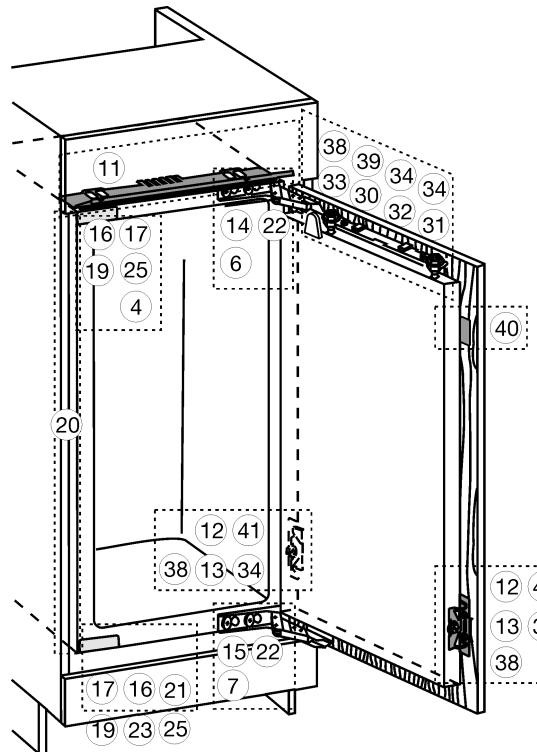
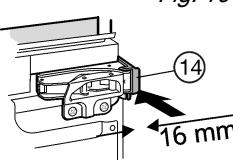
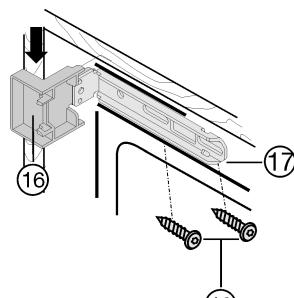
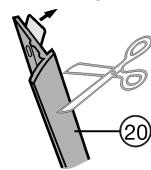

Fig. 7
Fig. 11
Fig. 12
Fig. 13
- ▶ Afdekkingen Fig. 7 (4, 6, 7) afnemen.
- ▶ Afstandhouder Fig. 11 (14) en afstandhouder Fig. 7 (15) op de scharnieren klikken.
- ▶ Afdekking Fig. 12 (16) boven en afdekking Fig. 12 (17) beneden op de bevestigingshoeken steken.
▶ De bevestigingshoeken Fig. 12 (17) boven met schroeven Fig. 12 (19) en beneden met schroeven Fig. 7 (19) zodanig vastzetten dat de hoek nog iets naar links en rechts bewogen kan worden.
- ▶ Beschermdolie van de afdekrail Fig. 13 (20) trekken.
▶ Afdekrail Fig. 13 (20) aan de kant van de handgreep en sluitend met de voorkant aan de neus van de afdekking Fig. 12 (16) plaatsen en aan de zijwand van het apparaat oppakken.
- ▶ Afdekrail Fig. 13 (20) indien nodig van onderen inkorten: De afdekrail Fig. 13 (20) moet 3 mm boven de bovenrand van de onderste bevestigingshoek Fig. 7 (17) eindigen.
- ▶ Apparaat inschuiven tot de afdekkingen Fig. 12 (16) de meubelzijwand raken Fig. 12.
- ▶ Houd rekening met de opbouwafmeting (diepte van de deuraanslagonderdelen): Scharnieren en afdekkingen Fig. 12 (16) met de opbouwafmeting uit laten steken.
- ▶ Apparaat via de stelpootjes met de bijgesloten gaffelsleutel Fig. 7 (21) recht uitlijnen.